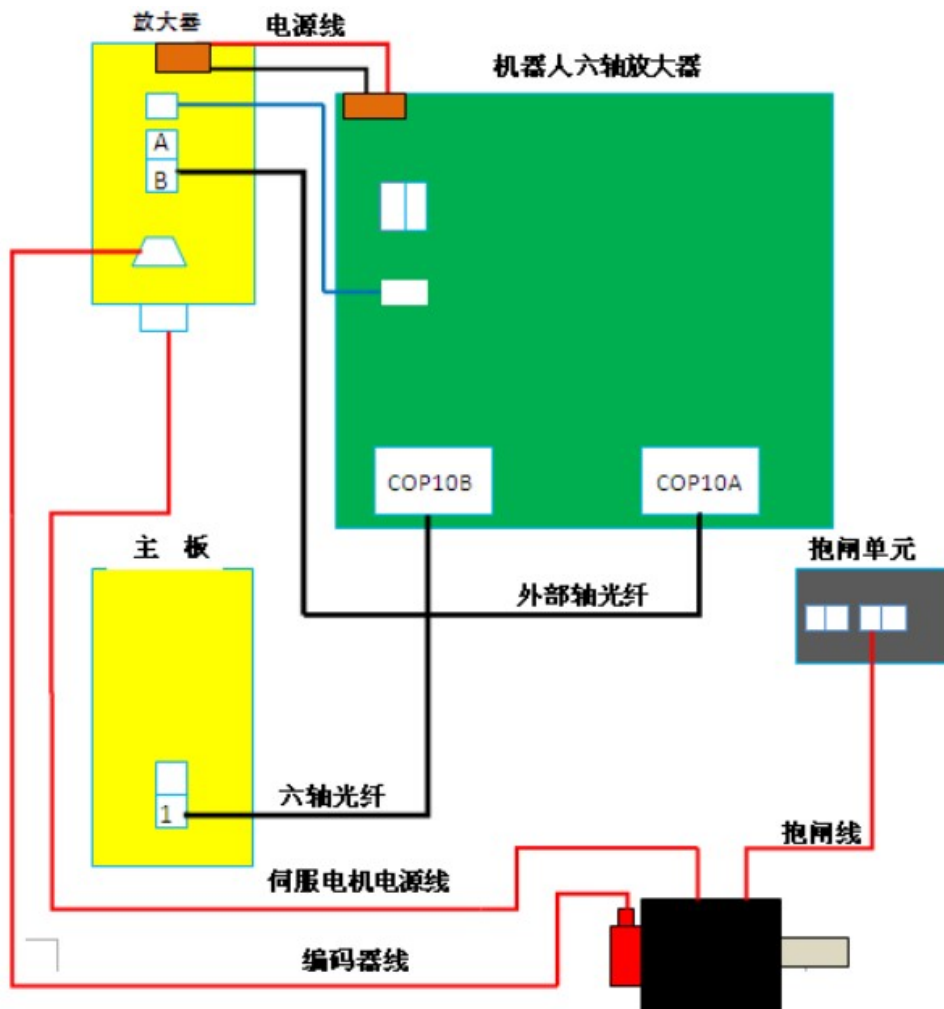

图 3.1
1) 见图 3.1，进行导轨轴系统配置前，检查硬件是否按照图 3.1 进行连接，务必保证连接准确，插头没有虚接。